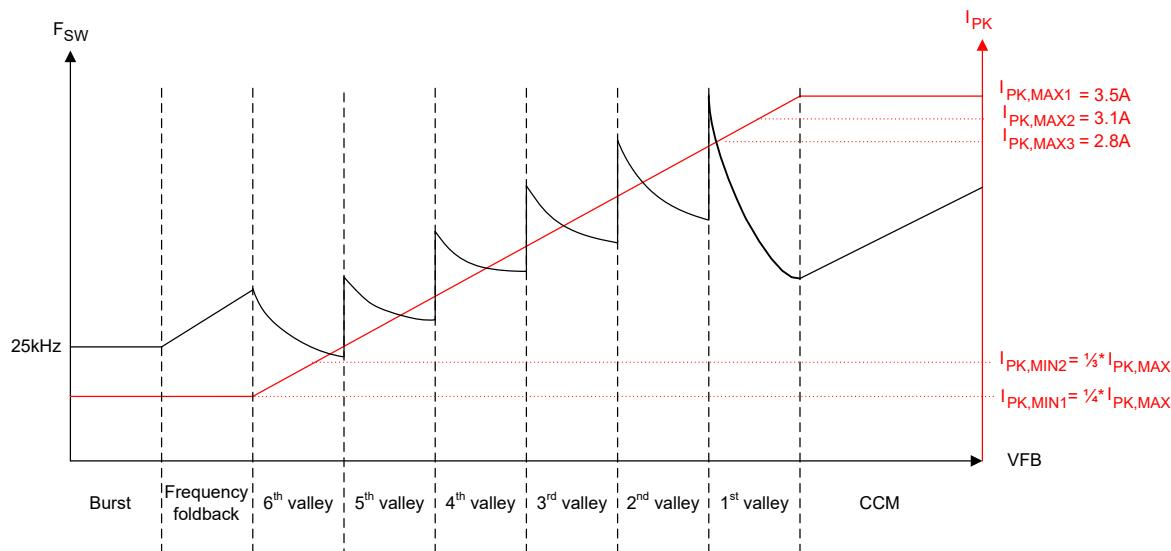
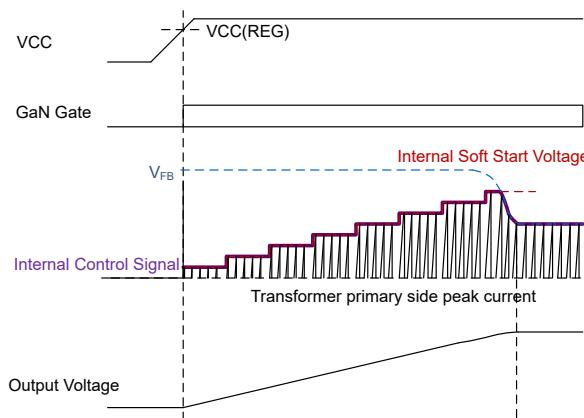

図 7-3. UCG2882x 制御規則
図 7-8. ソフトスタートシーケンス
したがって、UCG2882x では、各スイッチングサイクルで、ピーク電流スレッショルドに達した後に、1 次側 GaN HEMT がオフになり、不連続モード (DCM) 動作中に磁化リングで次のターゲットバレーでオンになります。1 次側ピーク電流とターゲットの瞬時値は、図 7-3 の制御規則に従って帰還 (FB) ピン電圧によって決定されます。FB ピンをオプトカプラコレクタに接続します。負の帰還ループは、出力で特定の V_{OUT} および P_{OUT} をサポートするために必要な値に FB ピンの電圧を設定します。後で説明するように、本デバイスはバースト、周波数フォールドバック、バレー スイッチング、連続導通モードの 4 つの動作モードのいずれかで動作できます。
図 7-3 に示す制御規則では、UCG2882x は最大ピーク電流 $I_{PK, MAX}$ を選択できる柔軟性を備えており、定格負荷および変圧器サイズでのスイッチング周波数に対して最適化できます。 $I_{PK, MAX}$ の各設定について、最小ピーク電流 $I_{PK, MIN}$ に対して $1/3$ または $1/4$ のスケーリング比を使用できます。この $I_{PK, MIN}$ 値によって、フライバックコンバータが周波数フォールドバックまたはバーストモードで動作しているときの軽負荷条件でのスイッチング周波数および損失が決定されます。 $I_{PK, MAX}$ 、 $I_{PK, MIN}$ のすべての値について、式 1 のとおり、制御規則のピーク電流と帰還電圧の勾配は同じに変わりません。表 7-6 に、表 7-3 のさまざまなピーク電流設定に対する、異なるモード間およびバレー間で遷移するためのスレッショルド電圧を示します。
UCG2882x は、スイッチング損失を低減するため、ソフトスイッチングとバレーでの 1 次側 FET ターンオンで動作するよう設計されています。コンバータは、ピーク負荷過渡時を除き、バレー スイッチングで動作します。ピーク負荷過渡時には、CCM モード (CDX ピンを使用して有効化されている場合) に制御が移行する場合があります。バレー スイッチングモード中、目標バレーおよびピーク電流スレッショルドは 図 7-3 および 式 1 の制御規則によって制御されます。
図7-3に示すように、出力電力が増加して最初のバレーQR動作の境界に達すると、制御は I_{PK} を選択された最大値 $I_{PK, MAX}$ にクランプし、CCMモードで2次側導通時間 T_{OFF} の減少を開始します。この T_{OFF} 時間の減少は、FBピンの電圧がQRモードのオフ時間の50%まで上昇することに比例して、QRモードの出力電力供給能力の最大1.5倍に達します。CCMモードでは、1次側磁化インダクタンス L_M を使用し、CCMモードで周波数クランプに当たらないよう十分な大きさで、またアプリケーションの要件に応じて出力電圧リップルを増大させる可能性のある低調波発振を避ける必要があります。長時間の出力電力過渡に対して、コンバータは10ms CCMタイムが満了した後に最初のバレーQRモードに戻り、QRモードで動作している間、QRおよびCCMモードの遷移点で可能な最大の出力電力を供給し続けます。表7-5の値に応じて、CDXピンとGNDの間に抵抗を接続してCCMモード動作を有効化または無効化できる柔軟性があります。
フライバックコンバータがオンになると、0V の出力電圧で起動します。低電圧によって、フィードバック電圧 FB が最大値にクランプされ、過負荷保護がトリガされる可能性があります。クランプを防ぐため、UCG2882x はソフトスタートモードで起動します。図 7-8 に示されているように、この期間中、内部 FB 電圧ランプは 0V から最大値 (4ms) まで 8 ステップ増加します。内部 FB ランプの最大値は、FB ピン電圧が $I_{PK, MAX}$ の 80% に相当する値であり、IPK ピンのさまざまな抵抗設定に対して変化します。ソフトスタート中は、この内部ランプ電圧のうち小さい方と実際の FB ピン電圧を使用して、図 7-3 の制御規則でデバイスの動作点を決定します。4ms の終わりに内部 FB ランプ電圧が最大値に達すると、出力レギュレーション用に制御が FB ピン電圧に転送されます。ソフトスタートシーケンスは、起動時、またはフォルト (自動再試行またはラッチ) およびブラウンアウト状態から回復するたびに実行されます。最小周波数クランプは、ソフトスタート時にのみ 10kHz に変更されます (その他の場合は、通常動作中 25kHz)。10kHz の最小周波数クランプは、起動時にバレーが欠落しており、制御法則により、出力コンデンサを充電するために、最後のターンオンエッジから 100μs ごとに 1 次側 GaN HEMT のターンオンが強制される場合に役立ちます。